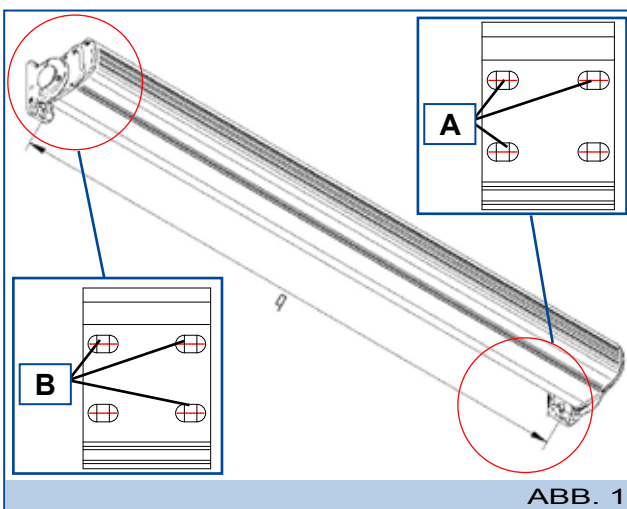

ABB. 1
- 3° Die Position der Bohrungen ist in der Abbildung 1 dargestellt. Für den rechten Bügel die Bohrungen (A) benutzen, für den linken Bügel die Bohrungen (B) benutzen.